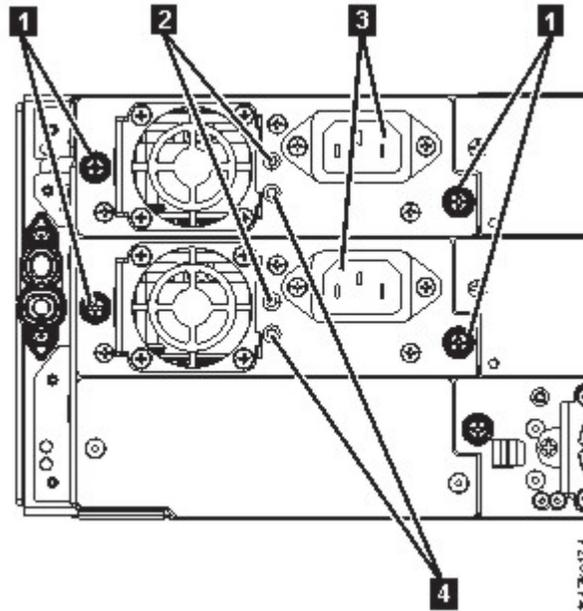

图 66. 电源
- 白色 (第 115 页的图 66 中的 **2**) 指示灯点亮。
- 绿色 (第 115 页的图 66 中的 **4**) 指示灯未点亮。